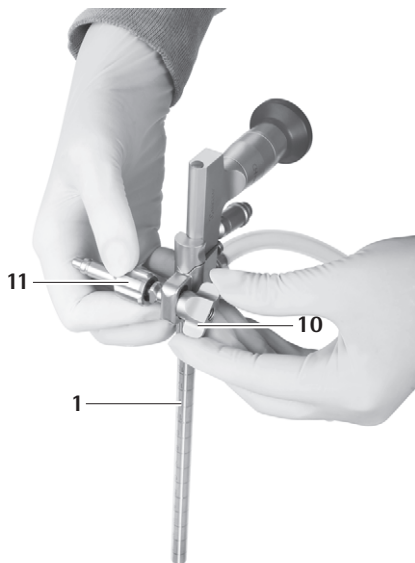

Fig. 19
- ▶ Avvitare il dado ad alette **10** finchè non viene fissato l'adattatore braccio di tenuta **11**, vedere Fig. 19.